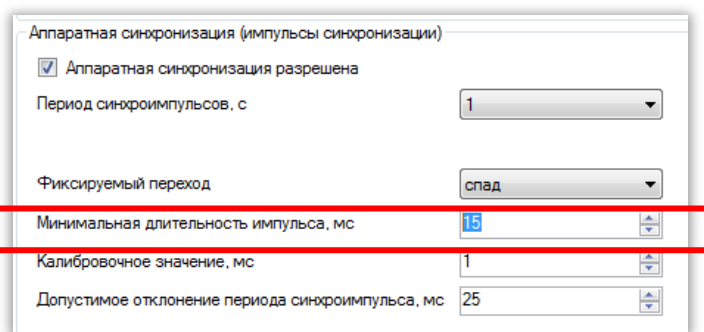

Рисунок 26 – Настройка минимальной длительности импульса
9.1.6 Задать значение из допустимого диапазона минимальной длительности импульса сигнала синхронизации в миллисекундах – время определения появления синхроимпульса и одновременно время определения его исчезновения (см. рисунок 26).